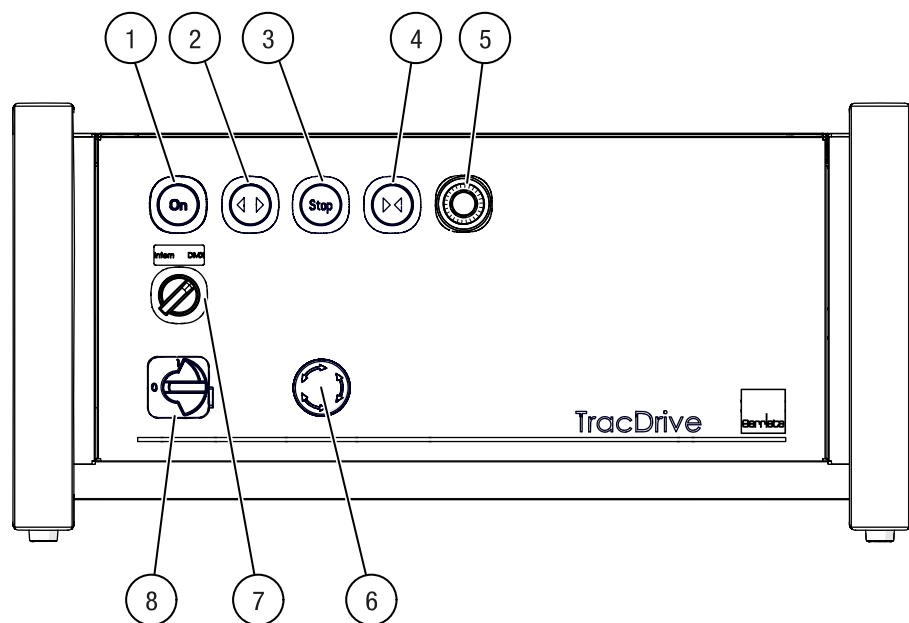

Abb. 109: Vorderseite – Steuerung G-FRAME 54
2. Drehen Sie den Hauptschalter in die 1-Stellung, um die Steuerung einzuschalten (8/Abb. 109).
3. Überprüfen Sie, ob die „ON“-Leuchte (1/Abb. 109) aufleuchtet.
4. Stellen Sie den Schalter „Intern/DMX“ (7/Abb. 109) auf die gewünschte Eingangsquelle ein:
6. Drücken Sie die Taste „Auf“ (2/Abb. 109), um den Vorhang zu öffnen bzw. das Kulissenmaterial zu bewegen.
7. Drücken Sie die Taste „STOP“ (3/Abb. 109), um den Fahrvorgang zu stoppen.
8. Drücken Sie die Taste „Zu“ (4/Abb. 109), um den Vorhang zu schließen bzw. das Kulissenmaterial in Gegenrichtung zu bewegen.
10. Regeln Sie bei lokaler Steuerung mit variabler Geschwindigkeit die gewünschte Geschwindigkeit mit dem Potentiometer (5/Abb. 109).